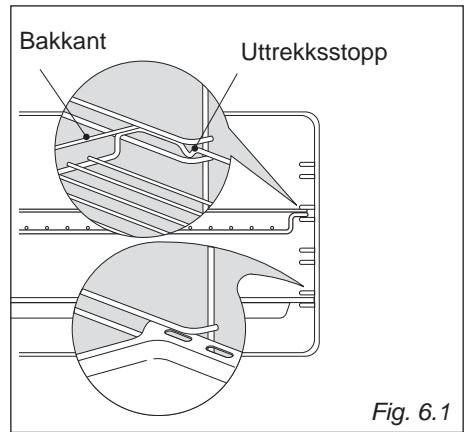

Fig. 6.1
- Bakeplate og grillrist skyves inn på skinnen (Fig. 6.1). Risten skal stoppe med uttreksstoppet på siden og med bakkanten bakerst i ovnen.